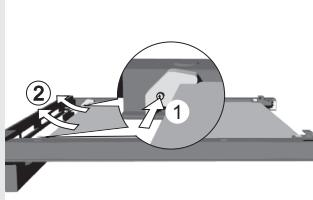

рис. 3
- Чтобы снять внутреннее третье стекло (в некоторых моделях), открутите винты на прокладках с левой и правой стороны (рис. 3). Снимите стекло (в направлении стрелки).